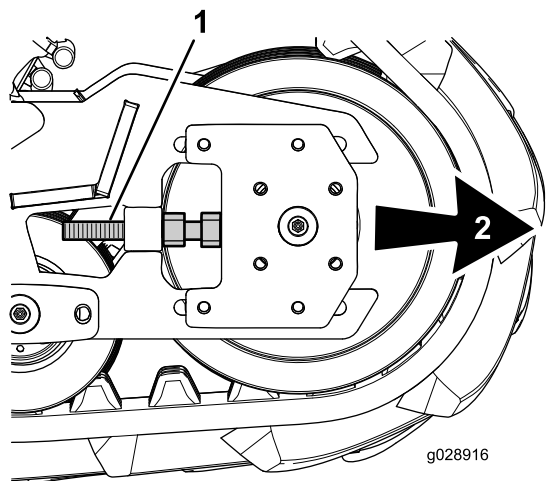

Figura 24
1. Mueva el ajustador de oruga del lado donde la oruga se desplaza de las ruedas mediante el giro del ajustador de oruga hacia afuera 6 mm (1/4"); consulte Figura 24.